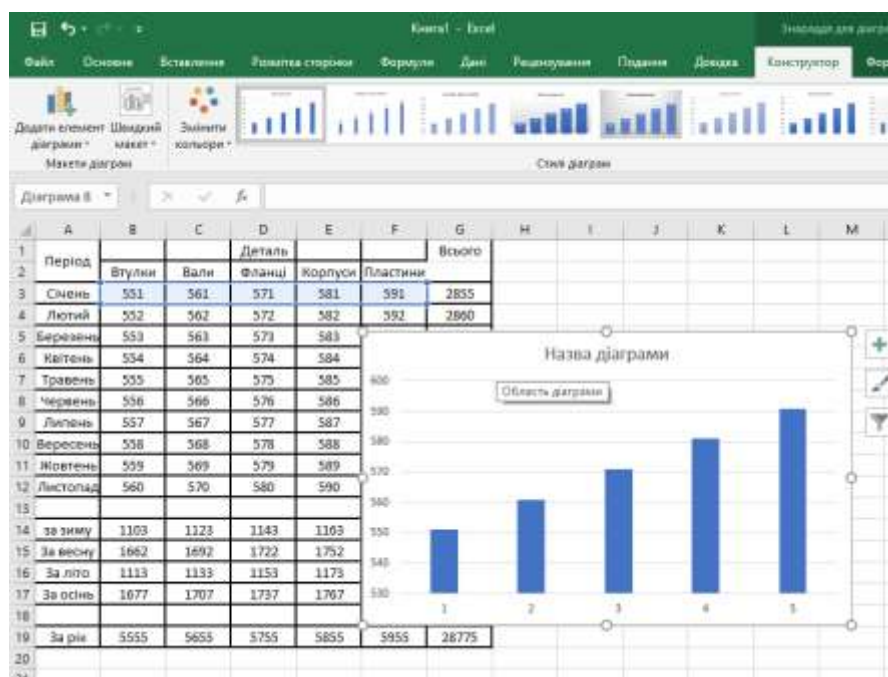

Рисунок 2.14 – Вибір діаграми за заданого діапазону
8.1. Для визначення кількості виготовлених деталей кожного виду, наприклад, за січень, потрібно виділити діапазон клітинок B3–F3. Вибираємо вкладку «Вставлення», далі тип діаграм – плоска стовпчаста діаграма (рисунок 2.14).